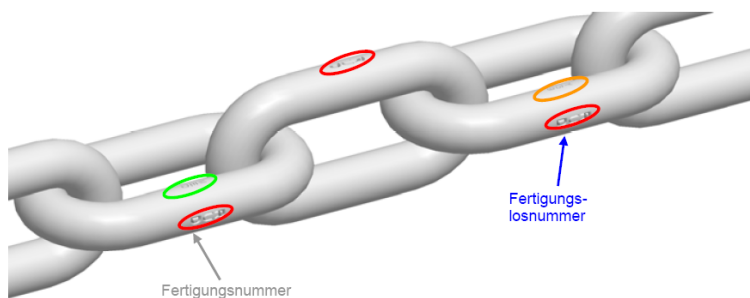

Bild 2
3.3 Kennzeichnung der Ketten (Bild 2)